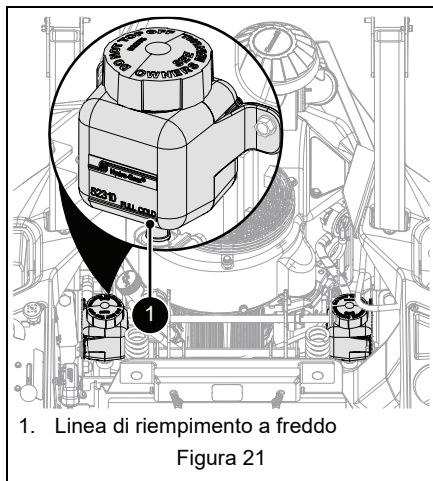

Figura 21
2. Controllare il livello dell'olio nei serbatoi di espansione. L'olio deve raggiungere il contrassegno di riempimento a freddo. Vedere Figura 21.
- b. Riempire i serbatoi di espansione con olio motore di tipo sintetico 15W-50 finché il livello non raggiunge l'indicatore di riempimento a freddo. Vedere Figura 21.